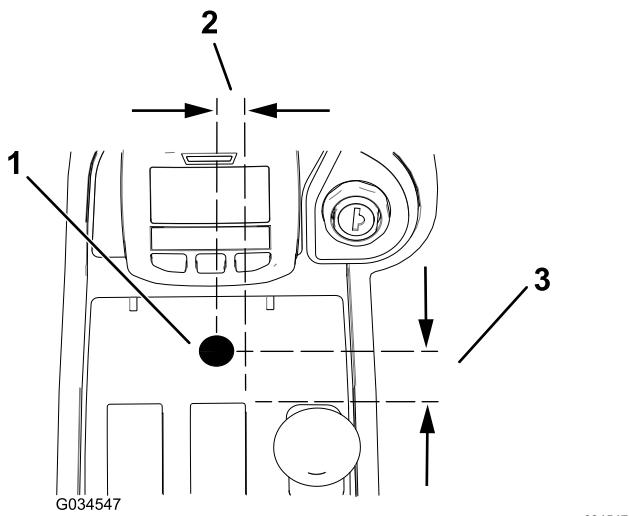

図 15
3. 1. センターコンソールに直径 13 mm の穴を開ける穴あけ位置については図 15を参照。